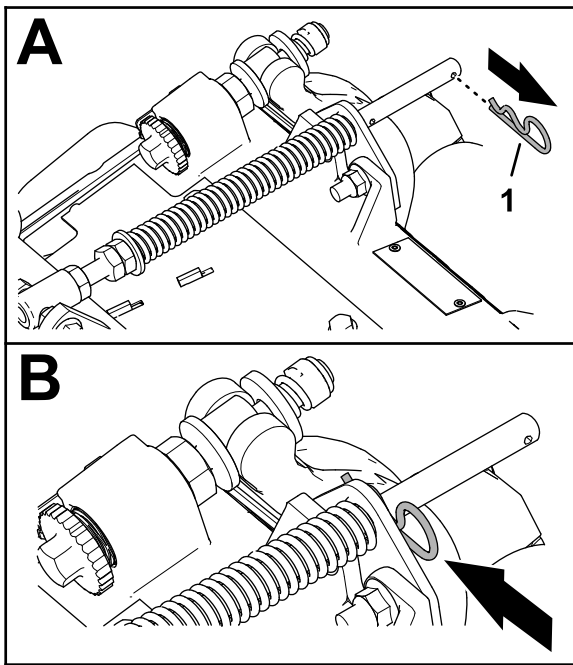

Bild 7
1. Wenn der Splint im hinteren Loch der Kompensierungsfederstange installiert ist, entfernen Sie den Splint und setzen Sie ihn in das Loch neben der Halterung ein (Bild 7).